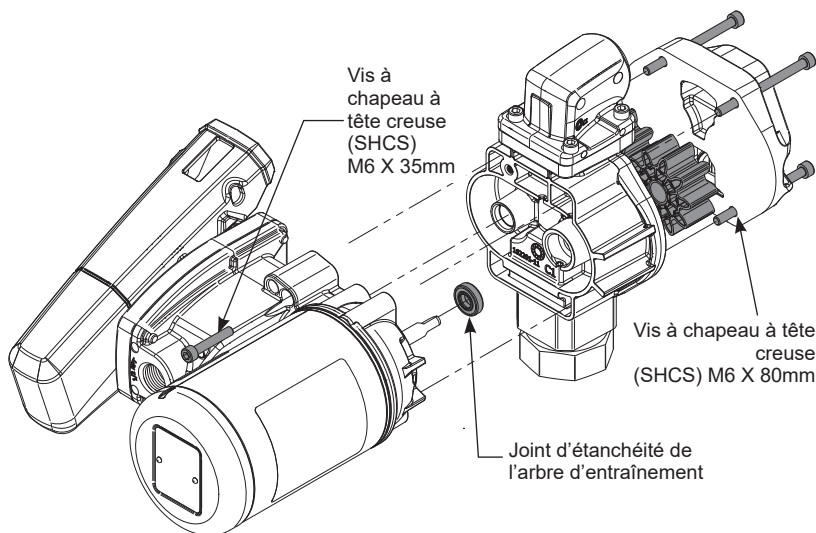

Figure 4
2. À l'aide d'une clé hexagonale de 5mm, enlever les (4) vis à chapeau à tête creuse M6 x 80mm sur le couvercle des engrenages et (1) vis à chapeau à tête creuse (SHCS) M6 x 35mm situés à l'arrière du boîtier de la pompe. Séparez le boîtier de la pompe et les raccords de l'arbre d'entraînement (voir Figure 4).
3. Enlevez le joint d'étanchéité de l'arbre du moteur du boîtier de la pompe (voir Figure 4).